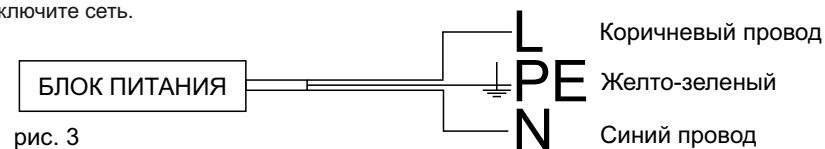

рис. 3
- Подключите питающие провода к клеммной колодке, соблюдая условие: «L» - фаза, N - ноль, PE- заземление (рис. 3). Обеспечьте защищенность электрического соединения не ниже уровня IP 30